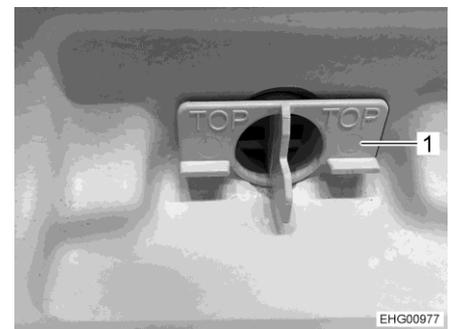

Fig. 136 Insert en plastique dans le bac à douche
- Retirer l'insert en plastique (Fig. 136,1) et nettoyer l'écoulement.